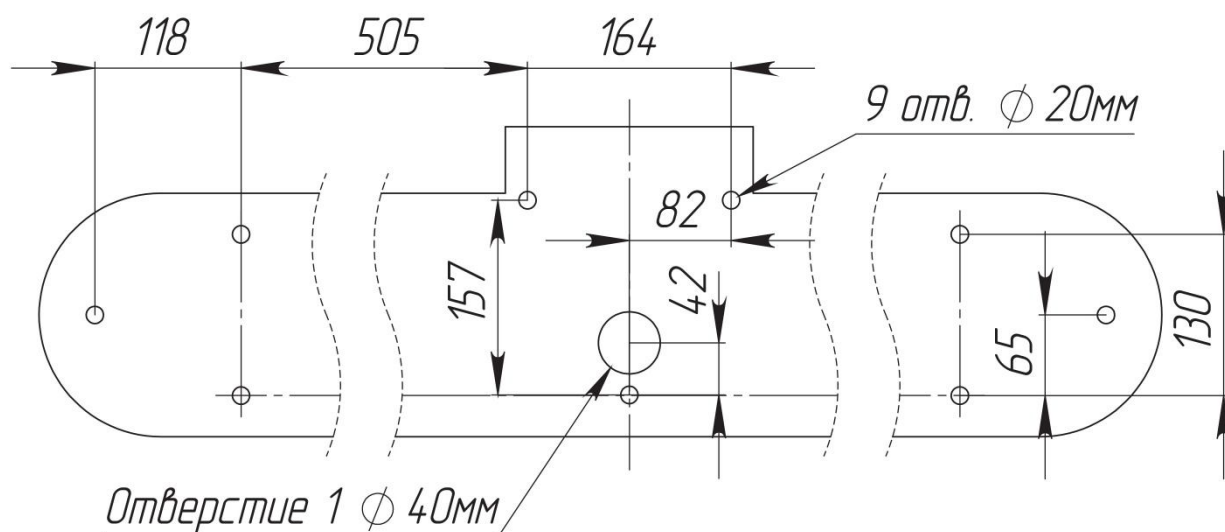
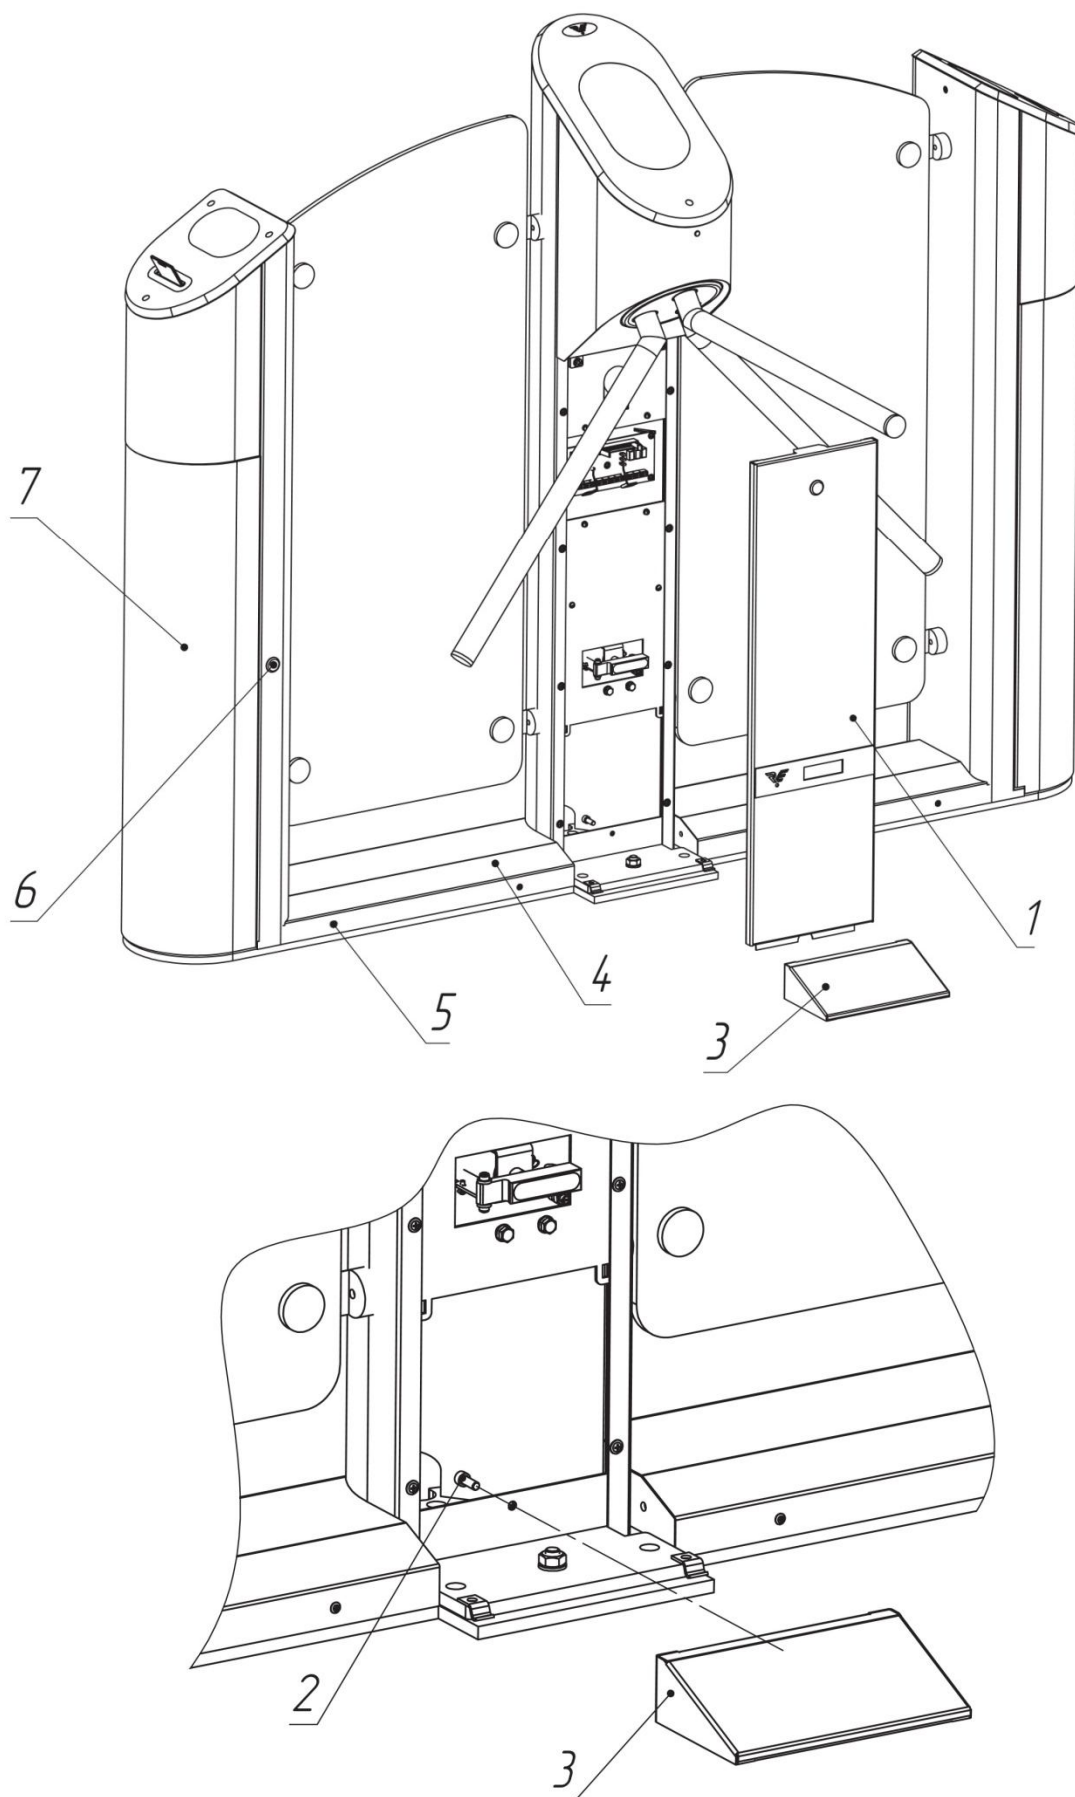
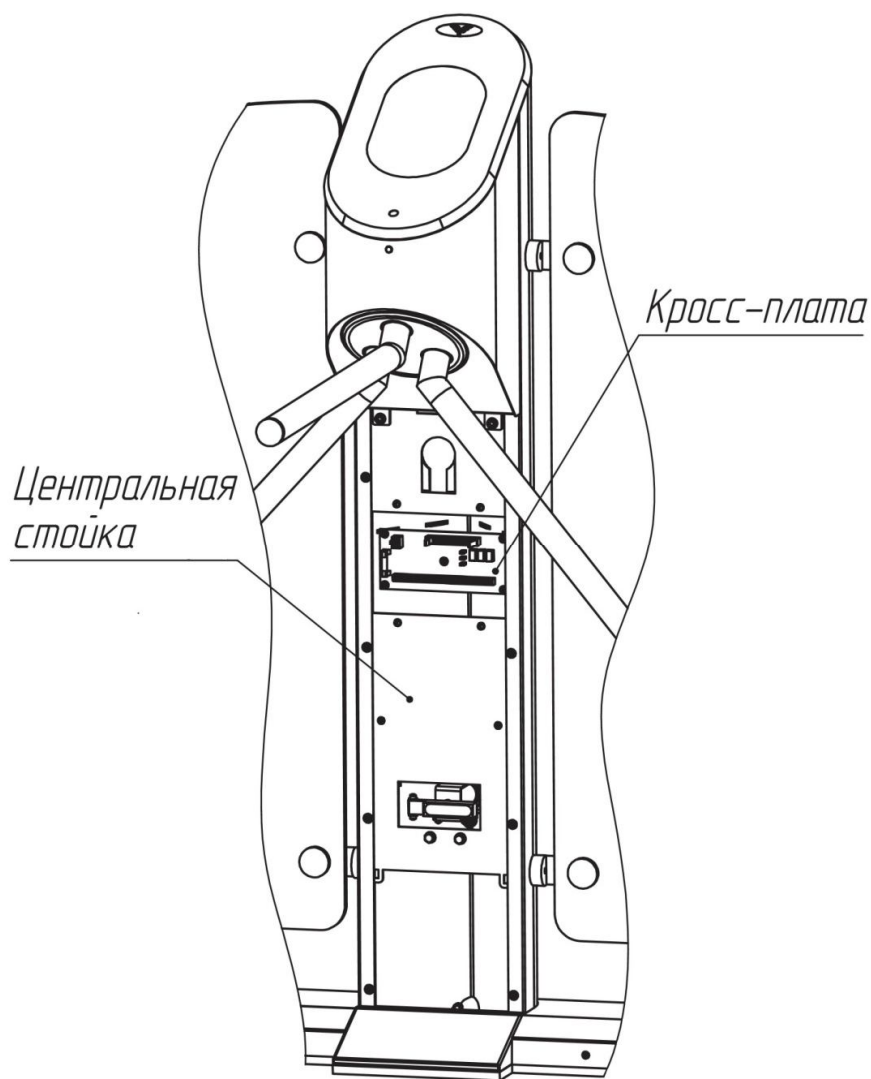

Рис. 6. Установочные размеры
Рис. 7. Схема установки турникета
Рис. 8. Расположение кросс-платы на стойке турникета
4.2.3. По установочным размерам (рис. 6), подготовьте 9 отверстий диаметром 20 мм в полу под анкеры крепления стойки турникета. Расположение монтажных отверстий относительно внешних габаритов турникета представлено в Приложении 5. Глубина закладного отверстия должна превышать длину анкера на 5 мм. Вставьте анкеры в отверстия.
4.2.4. Подводка кабелей производится через отверстие 1 диаметром 40 мм (рис. 6) в нижней плите турникета. Необходимо подготовить штробу для прокладки кабелей.
4.2.7. Установите турникет на подготовленную площадку (рис. 6). Откройте замок и снимите дверцу (1, рис. 7). Демонтируйте крышку основания центральной стойки (3, рис. 7), выкрутив винт М6 (2, рис. 7).
4.2.8. Для подвода кабелей в корпус боковой стойки с картоприемником необходимо выкрутить 4 шурупа-самореза (5, рис. 7) и приподнять кожух основания (4, рис. 7). Разблокируйте замок стойки картоприемника (6, рис. 7) и откройте дверцу (7, рис. 7).
4.2.9. Заведите в корпус турникета кабели от ПУ, БП и, при необходимости, кабели СКУД и ОПС. Подводка кабелей производится через отверстие 1 в нижней плите турникета (рис. 6). Закрепите кабели кабельными стяжками.
Подключение БП, ПУ и СКУД осуществляется с помощью кросс-платы. Для этого необходимо снять дверцу центральной стойки (1, рис. 7), используя ключи. На рис. 8 показано расположение кросс-платы на стойке турникета.